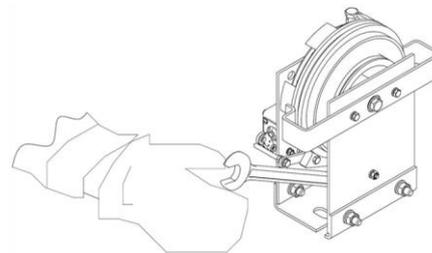

Рис.4
- Вручную привести в действие ограничитель скорости, нажимая на качалку так, чтобы зуб качалки переместился в сторону тормозных упоров шкива ограничителя скорости (рис.4).